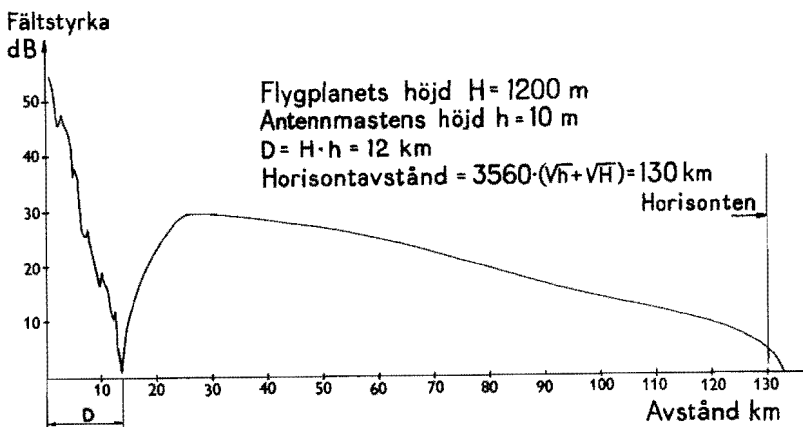

Bild 12. Fältstyrkekurva
- Bild 12. Fältstyrkekurva
För att pejling skall vara möjlig fordras att fältstyrkan inte är alltför låg. Fältstyrkans förändring med avståndet till sändaren vid UK framgår i princip av bild 12.